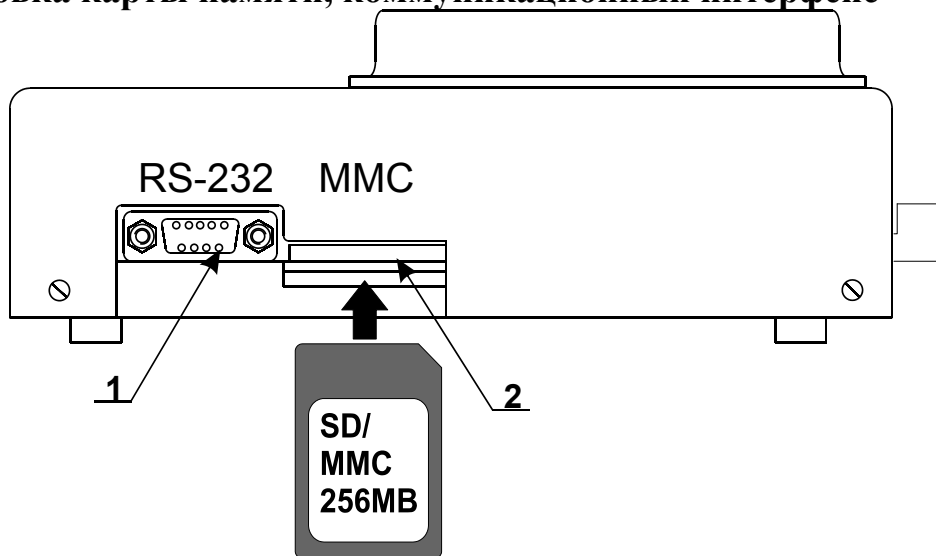

Рисунок 3, Прибор, вид с левой стороны
С левой стороны прибора находится разъем коммуникационного интерфейса Рисунок 3(1) и слот карты памяти MMC Рисунок 3(2). Коммуникационный разъем